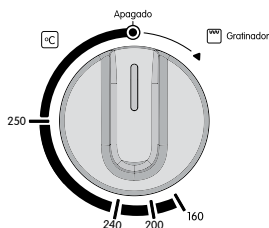

Figura 35. Selector de temperatura según referencia
1. Con la puerta abierta, gire la perilla del selector de temperatura en el sentido contrario a las manecillas del reloj hasta la posición de máxima temperatura según referencia (ver Figura 35).